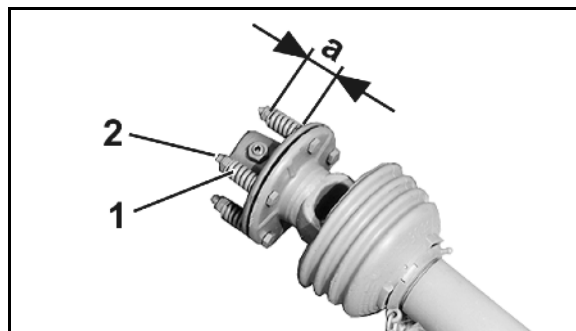

Рис. 85
2. Розвантажте пружини (Рис. 85/1), послабивши гайки (Рис. 85/2).